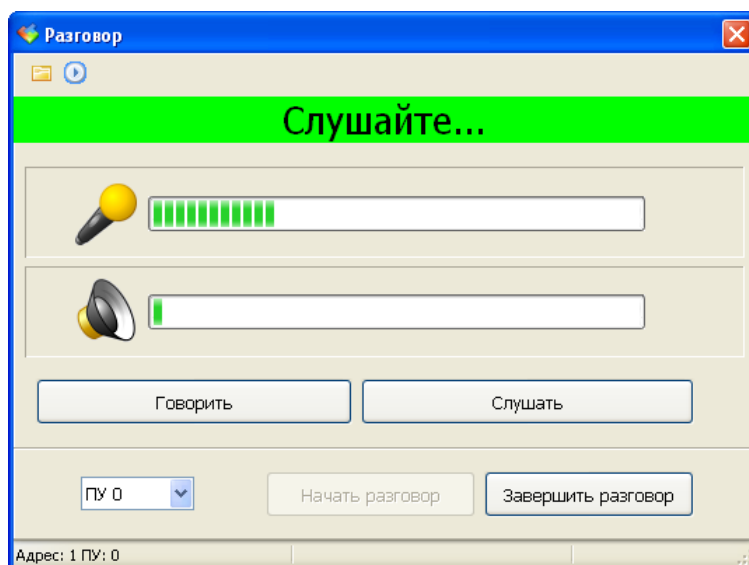

Рисунок 20 - Разговор с блоком БЭВС
4. В появившемся окне (рисунок 20) нажать кнопку «Начать разговор», а затем «Слушать» для проверки качества разговора в направлении от БЭВС к программе RASOS или «Говорить» для проверки качества голосовой связи в направлении от RASOS к блоку БЭВС.